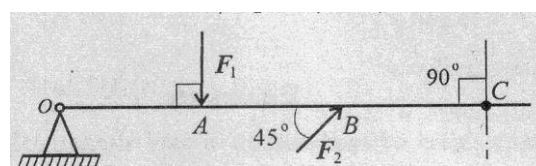

Рис.14
3. Какую силу необходимо приложить в точке С, чтобы алгебраическая сумма моментов относительно точки О была равна нулю? (рис.14) $OA=AB=BC=5\text{ м}$; $F_1=7,8\text{ кН}$; $F_2=3\text{ кН}$